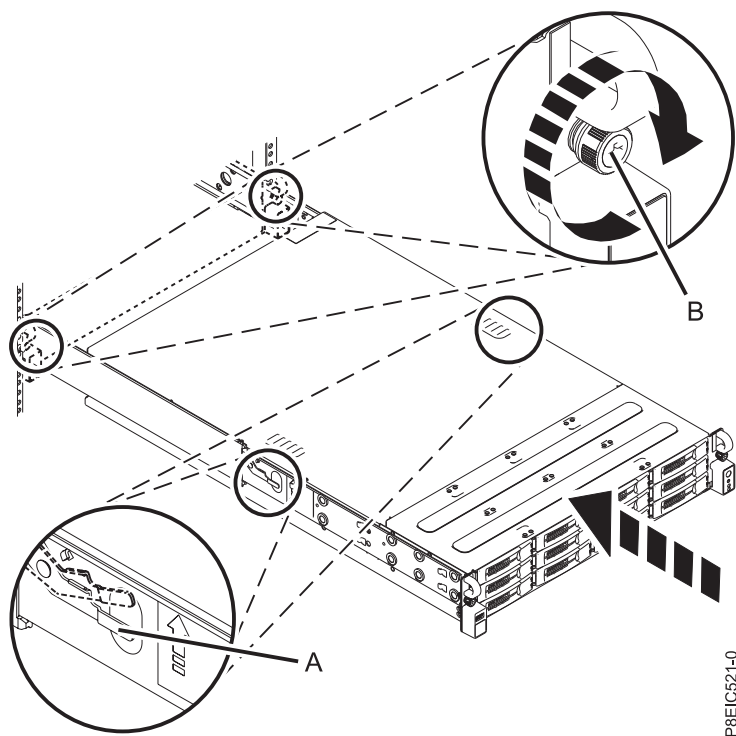

Figure 49. Mise en position de fonctionnement du système
5. Libérez les taquets de sécurité des glissières (**A**) en les soulevant, comme illustré dans la figure 49, puis insérez le système complètement dans l'armoire.